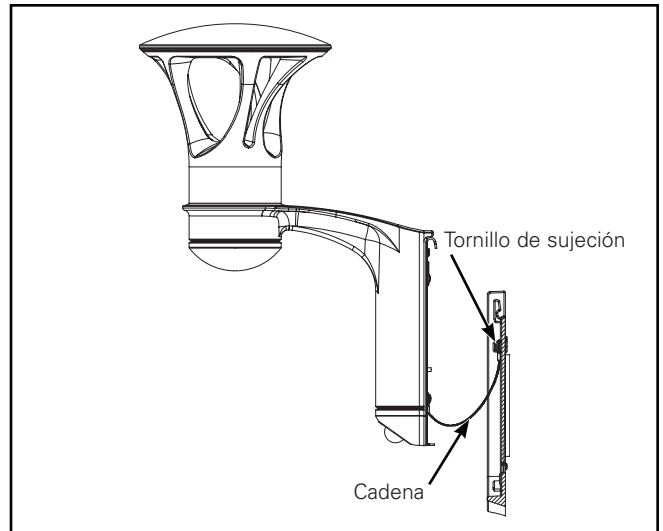

Figura 3
4. Retire la luminaria de la caja y conecte la cadena sobre la arandela de la placa de montaje. Deje que cuelgue la luminaria, asegurándose de que no se raspe ni dañe la pintura. (Figura 3.)